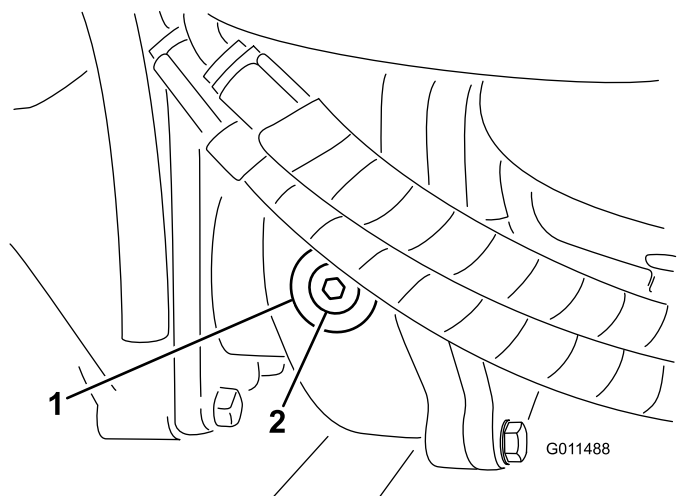

Figura 107
2. Togliete il tappo di controllo/riempimento dal lato sinistro del riduttore e verificate che il lubrificante raggiunga la base del foro (Figura 107).